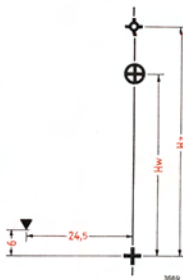

Abb. 42: Anschußscheibe für das MG 131 im B-Stand
- (1) Flugzeug mit dem Rumpfende voraus auf dem Schießstand in 100 m Ent-fernung von der nach Abb. 42 angefertigten Anschußscheibe aufstellen.
- (2) Außenbordstromquelle anschließen und Bordnetz einschalten, Selbst-schalter „DL 131/1“ eindrücken.
- (3) Am Drehkranz den Selbstschalter „Visier“ eindrücken und an dem Ver-dunkler die gewünschte Helligkeit des Abkommens im Reflexvisier Revi 25 A oder Revi 25 B einstellen.
- (4) V_e-Schieber der Visiereinrichtung auf „0“ stellen.
- (5) Drehkranz so drehen, daß Waffe und Visierstrahl parallel zur Flugzeug-längsachse laufen.
- (6) Ziellinienprüfer in den Lauf des MG 131 einführen und die Waffe so einrichten, daß der Ziellinienprüfer auf den Ziellinienprüferpunkt an der Anschußscheibe zeigt.